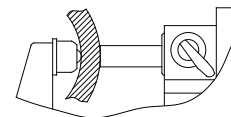

fig.4
6. Instale el yunque esférico en el yunque, el micrómetro puede medir el espesor del tubo (fig.4).